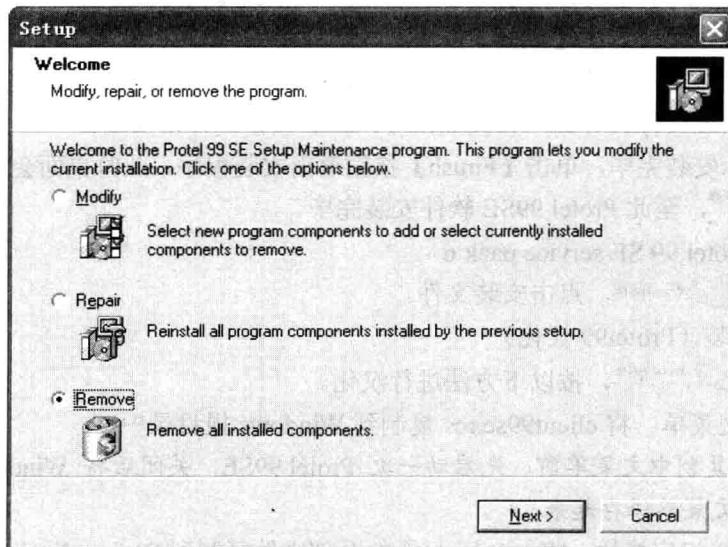

图 1-2 选择删除程序界面
- ① 打开控制面板，点击 进入下一步。
- ② 选中 Protel 99SE，点击【更改/删除】，进入下一步。
- ③ 在图 1-2 中选中 Remove，点击【Next】按钮开始删除卸载。
- ④ 卸载完毕，屏幕提示卸载完毕，单击【Finish】按钮退出卸载程序。